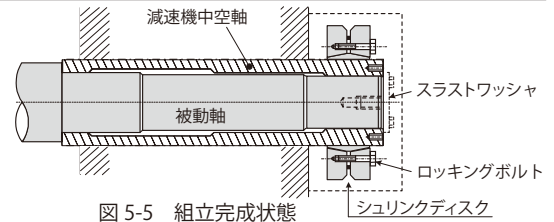

図 5-5 組立完成状態
2. 立形減速機の場合、ロックンボルトを緩めたときに減速機が移動しないように、スラストワッシャを取り付けてください。(図 5-5 参照)
(4) 取り外し手順
- ① 取り外しは上記の逆の順序で行ってください。シュリンクディスク両プレートが傾かないように、ロックンボルトを順番に少しずつ緩めてください。万一両プレートが傾いてしまった場合は、ロックンボルトを絶対に取り外さないでください。両プレートが突然飛び出してけがをする恐れがあります。その場合は、すべてのねじを軽く緩め、両プレートの間にくさび(お客様でご準備ください)を入れて平行になるようにしてください。
- ② スラストワッシャ、六角ボルトをセットします。押ボルトを回して被動軸から減速機を取り外してください。